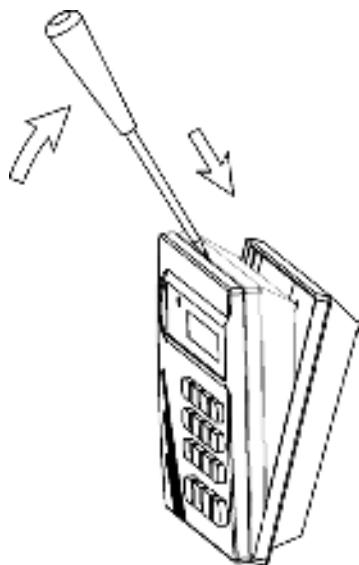

Рисунок 2. Снятие основания
3.3 Снимите основание клавиатуры с зацепов при помощи шлицевой отвёртки в последовательности, показанной на рис. 2.